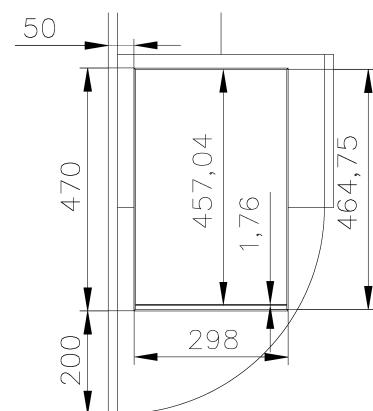
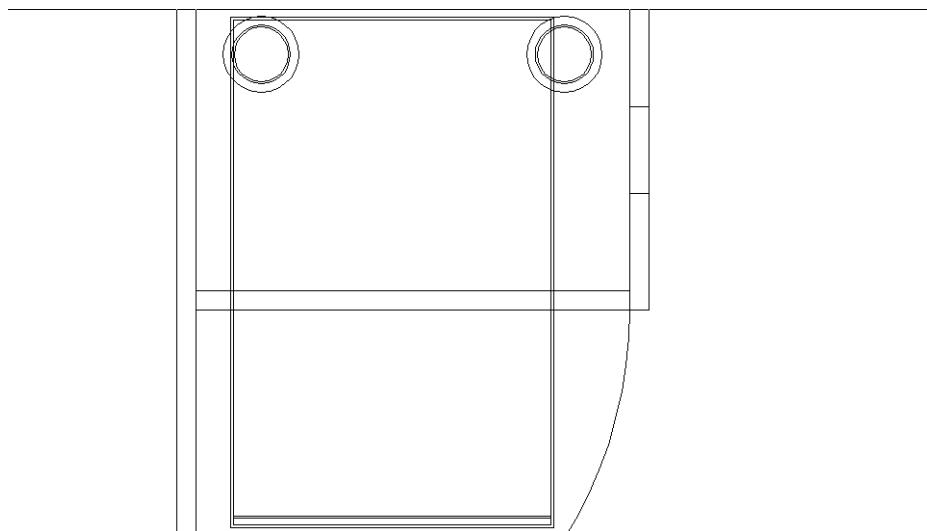

Рис. 5.41 ▼ Основные размеры сканера и расположение его на чертеже рабочей зоны
Рис. 5.46 ▼ Прямолинейные участки контуров конструктивных элементов сканера получены
Как видно из рис. 5.41, чертеж сканера довольно прост. Основная сложность заключается в том, что многие линии, которые представляют на чертеже ребра, образуемые склоненными боковыми гранями сканера, проходят очень близко одна от другой. Учитывая достаточно большие габариты сканера в сравнении с этими расстояниями, вам придется, создавая его чертеж, интенсивно использовать инструменты **Окно зумирования** (Zoom Window) и **Зумировать предыдущий** (Zoom Previous). Если хотите, можете так и поступить, но в данном разделе мы рассмотрим альтернативный подход, заключающийся в использовании инструментов **Зумирование в реальном времени** (Zoom Realtime) и **Панорамирование в реальном времени** (Pan Realtime), отметив достоинства и недостатки его использования.
Теперь можно приступить к созданию контуров сканера. Для этого мы воспользуемся уже хорошо изученными инструментами **Подобие** (Offset), **Сопряжение** (Fillet) и **С линиями** (Line), а также режимом объектной привязки **Конточка** (Endpoint). Выполните следующие операции, руководствуясь рис. 5.41.
8. Исходя из рис. 5.41, нужно рассчитать смещение, которое необходимо применить к линиям наружного контура для получения линий внутрен-
10. Как видно из рис. 5.41, для образования линии, обозначающей край крышки сканера, нужно сместить верхнюю линию внутреннего контура вниз на 457,04 мм. Воспользуйтесь для решения этой задачи инструментом **Подобие** (Offset), а затем снова запустите его для смещения полученной линии вниз еще на 1,76 мм. Результат представлен на рис. 5.46.